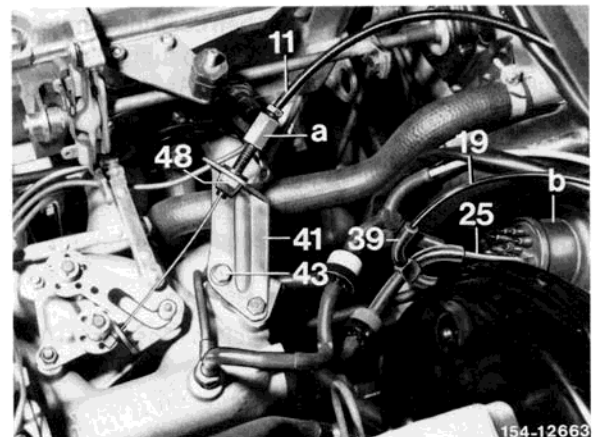

Bild 5
18 Halter (41) nach Bild 5 montieren.
20 Seilzug (11) mit der Klammer (48) sichern (Bild 5).